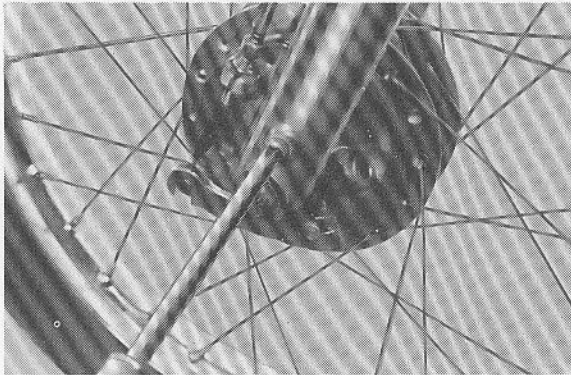

Fig. 2-6-14
2. Remove drain screw from each outer tube with open container under each drain hole. (Fig. 2-6-14)
2. Enlever la vis de purge de chaque tube extérieur avec un container ouvert sous chaque trou de purge. (Fig. 2-6-14)